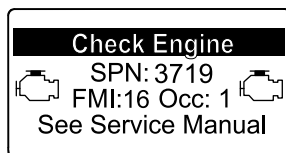

Figura 40
- Avvertenza motore SPN 3720, FMI 16 (Figura 40)